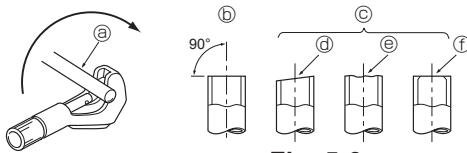

Fig. 5-3
5.2.1. Vamzdelių pjovimas (Fig. 5-3)